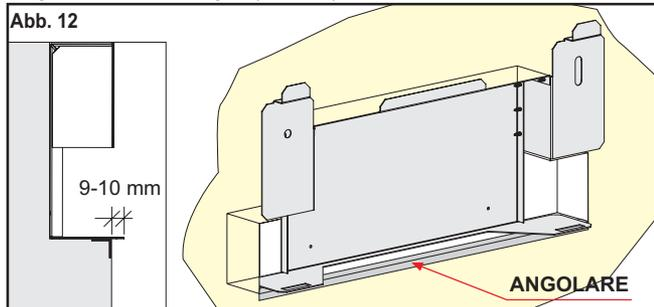

Abb. 12
2) Verkleiden Sie die untere Kante der Nische mit einem Stahlwinkelprofil (NICHT mitgeliefert). Bringen Sie die Schablone an und befestigen Sie sie mit vier Halteübeln in den eigens hierfür vorgesehenen Bohrungen (Abb. 12).